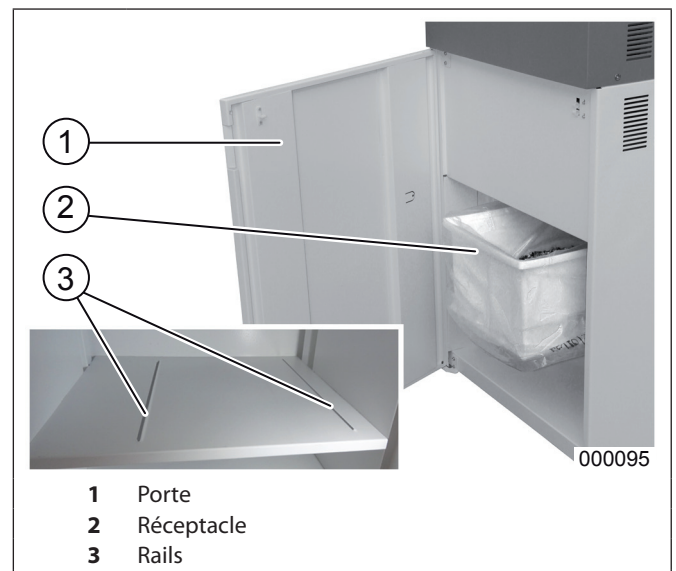

fig. 4 Réceptacle
Videz le réceptacle (fig. 4/2) comme suit :
1. Ouvrir la porte (fig. 4/1).
6. Replacer le bac dans la machine. Positionner correctement le récipient entre les 2 rails (fig. 4/3) et le pousser vers le panneau arrière.